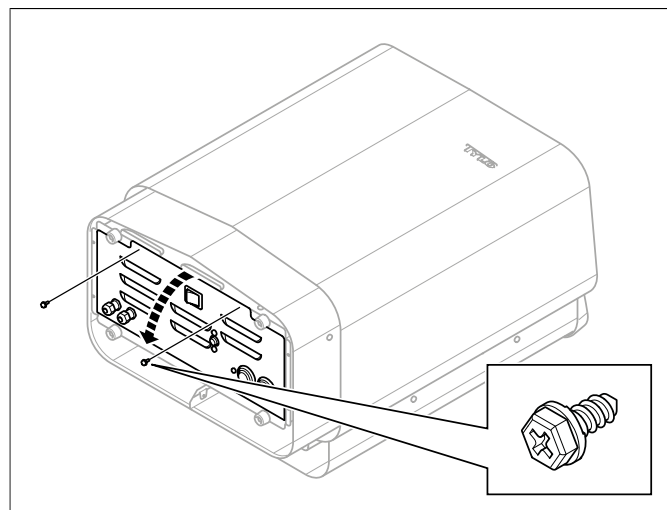

Рисунок 8: Откройте/закройте крышку
2. Ослабьте винты и откройте крышку (см. **Рисунок 8**, страница 4).
7. Закройте крышку и закрутите винты (см. **Рисунок 8**, страница 4).